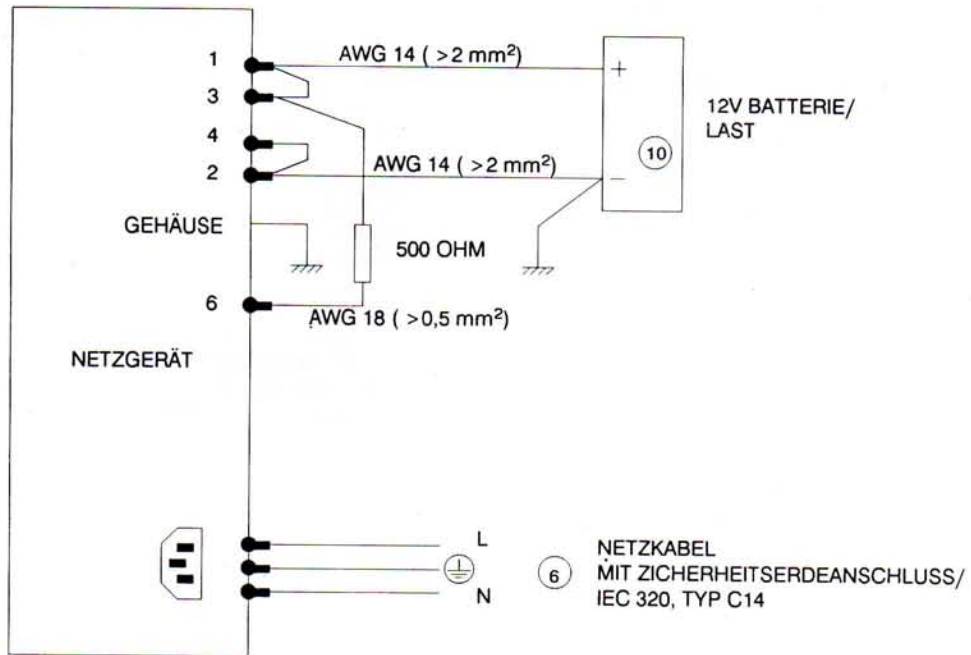

BILD 4
3. Verbinden Sie alle Anschlüsse wie in Abbildung 4 bzw. 5 gezeigt.
Anmerkung : Das Netzgerät ist bei Lieferung nicht für Lokalfühlen verdrahtet. Die in Abb. 4 gezeigten Verbindungen müssen vom Anwender vorgenommen werden, auch wenn keine Option verwendet wird.
4. Verbinden Sie die Batteriekabel mit dem Stecker wie in Abb. 4 bzw. 5 gezeigt ist.
4. Effectuer tous les raccordements au connecteur 6-pôles suivant la fig. 4 ou 5.
Les raccordements de SENSE (stabilisation à distance) doivent être effectués par l'utilisateur même si les options ne sont pas utilisées : voir fig. 4 ou 5.
5. Raccorder les câbles de batteries suivant la fig. 4 ou 5.